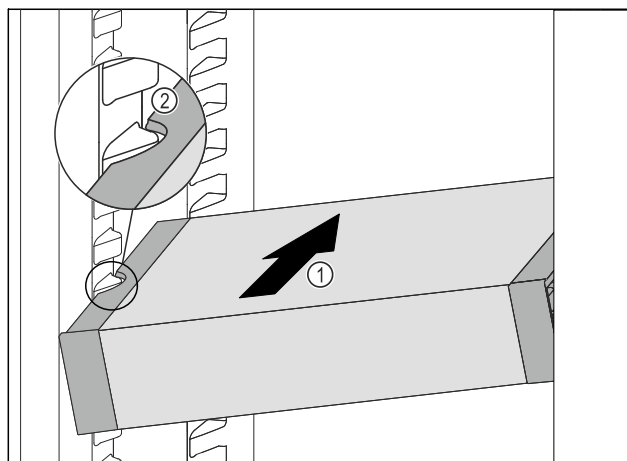

Fig. 99
- ▶ Introduzca el VarioSafe en posición oblicua en el compartimento del refrigerador Fig. 99 (1) hasta que los huecos laterales Fig. 99 (2) del VarioSafe se encuentren a la altura de la nervadura del recipiente en el compartimento refrigerador.